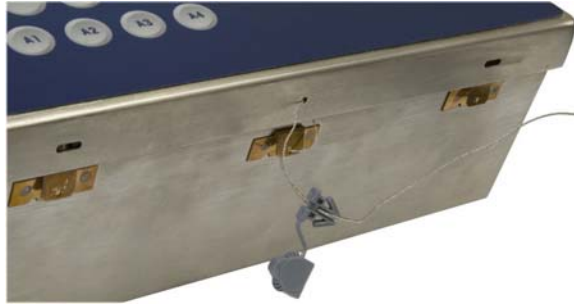

Figure 2-89 : Apposition externe de sceau sur l'enceinte version environnement difficile
Pour l'apposition externe de sceau sur l'enceinte version environnement difficile, voir la Figure 2-89 et procédez comme suit :
6. Passez l'extrémité du câble par le sceau en plastique et appuyez sur le sceau pour le fermer. Pour indiquer la relation entre les composants, la Figure 2-89 illustre le capot ouvert, fil détendu et le sceau non apposé.